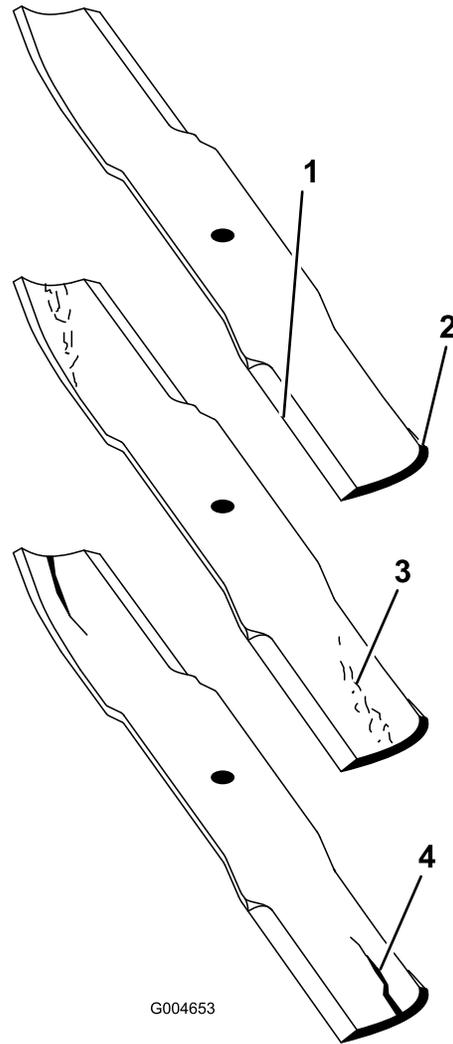

Figura 82
2. Verificate accuratamente i taglienti, con particolare attenzione ai punti d'incontro delle sezioni piatta e curva della lama (Figura 82). Sabbia e materiali abrasivi possono consumare il metallo che connette le sezioni piatta e curva della lama, per cui si consiglia di controllare la lama prima di usare il tosaerba. Se riscontrate segni di usura (Figura 82), sostituite la lama.